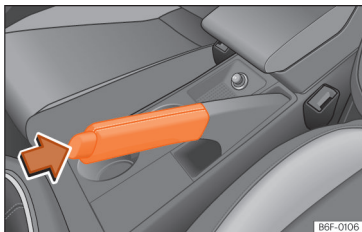

Abb. 118 Handbremse zwischen den Vordersitzen.
- Ziehen Sie den Handbremshebel nach oben >>> (Abb. 118).
- Ziehen Sie den Hebel etwas nach oben, drcken Sie die Entriegelungstaste in Pfeilrichtung >>> (Abb. 118) und fhren Sie den Handbremshebel ganz nach unten >>> **Δ**.